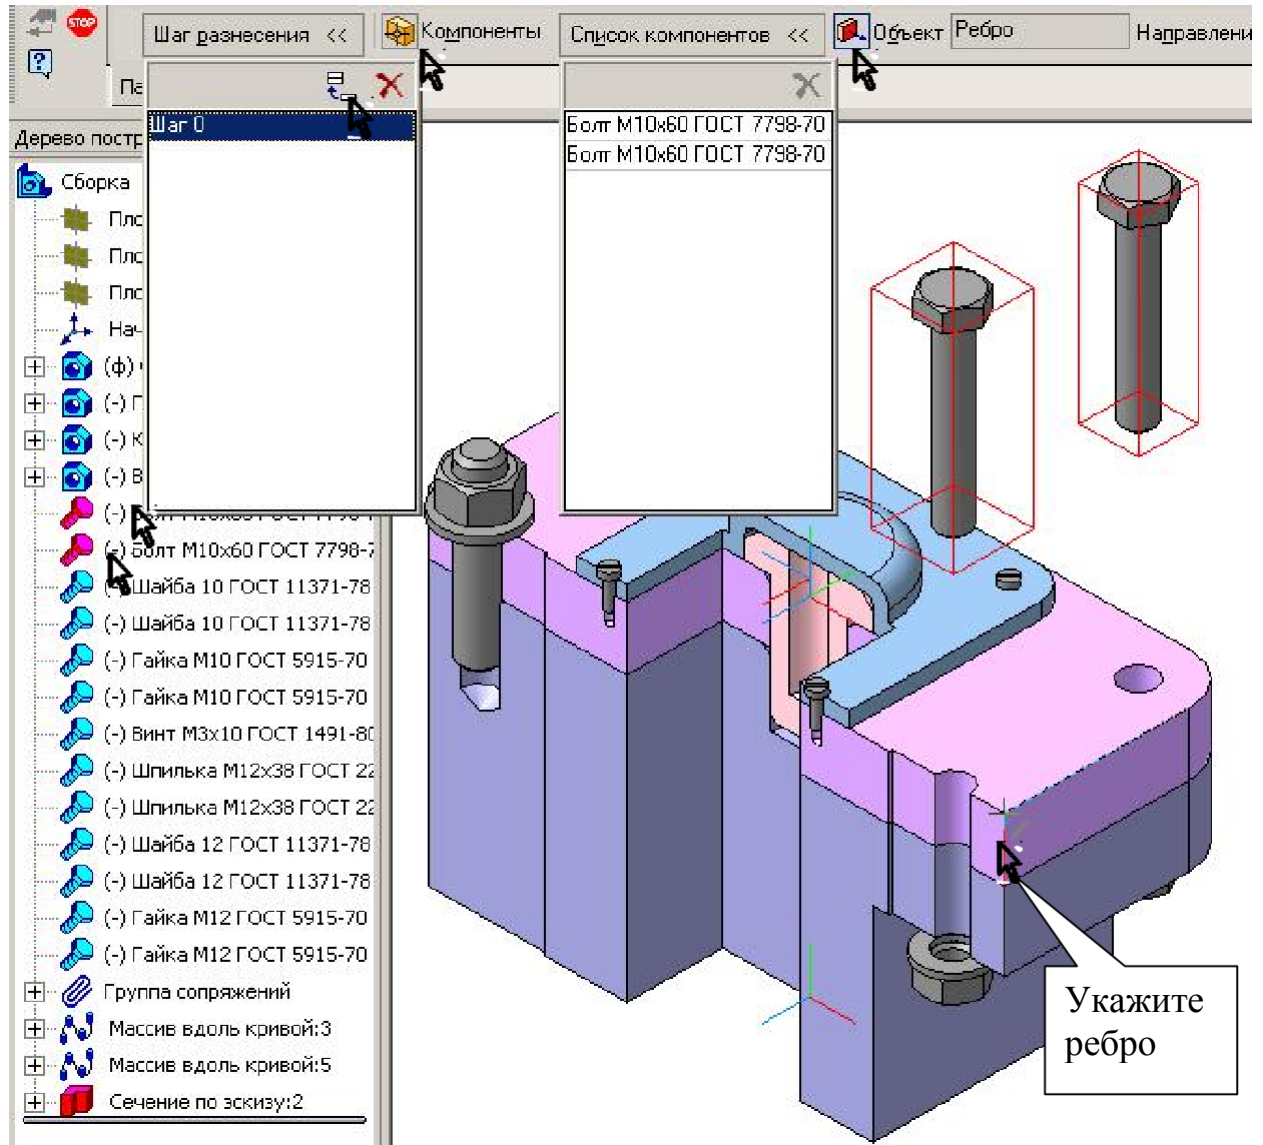

Рис. 29
2) В строке параметров раскройте панель **Шаг разнесения** и нажмите кнопку **Добавить** , рис. 29.